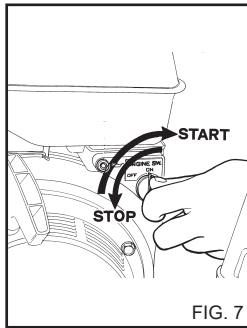

FIG. 7
3) Поставьте выключатель двигателя в положение ON (рис. 7)
а) Переведите выключатель двигателя в положение OFF (рис. 7).